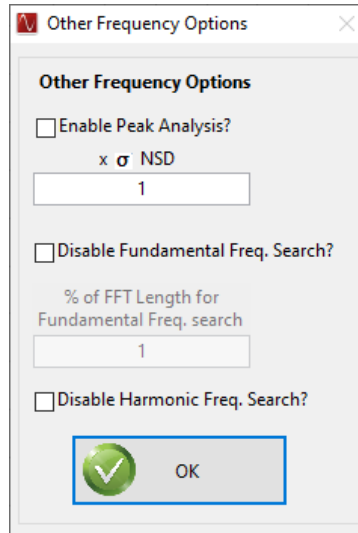

图 3-21. “Other Frequency Options” 菜单
*Other Frequency Options* 菜单有 3 个功能：*Peak Analysis*、*Disable Fundamental Frequency Search* 和 *Disable Harmonic Frequency Search*，如图 3-21 所示。